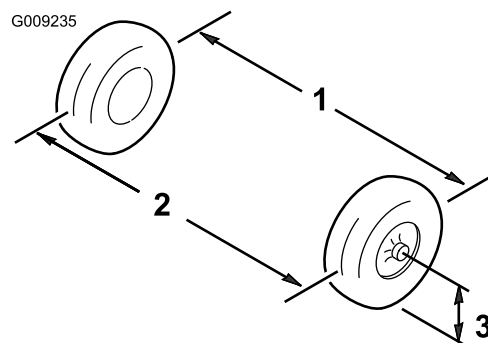

Figura 43
6. Meça a distância entre os pneus dianteiros à altura do eixo na zona dianteira e traseira dos pneus dianteiros (Figura 43).